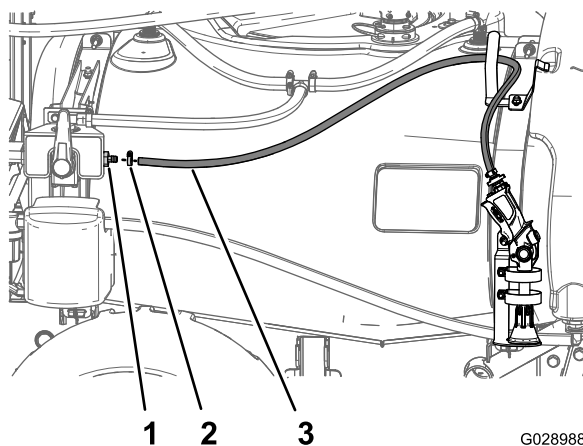

Figura 48
- Coloque a pistola de pulverização no respectivo suporte, passe o tubo pelo suporte do tubo e passe a extremidade livre do tubo para a válvula de 4 vias, conforme indicado na Figura 48.
- Monte a extremidade livre do tubo na união roscada reta no lado dianteiro da válvula de 4 vias (Figura 48).
- Fixe o tubo à união com uma braçadeira de tubos (Figura 48).